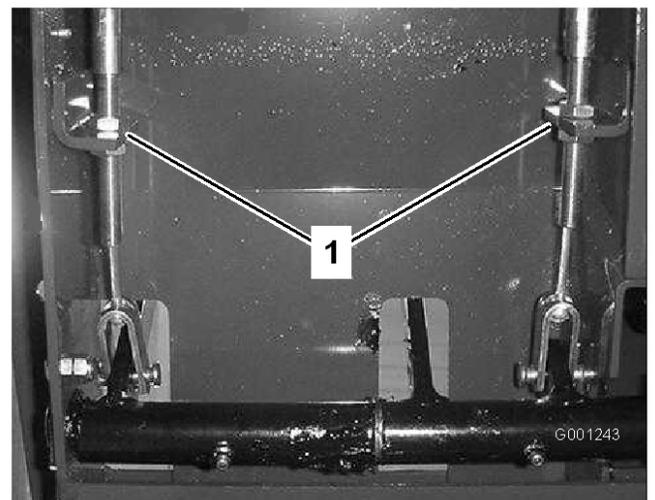

Figura 61
2. Per ridurre il gioco dei pedali dei freni, stringete i freni allentando il dado anteriore sull'estremità filettata del cavo del freno (Figura 61). Serrate il dado posteriore per spostare indietro il cavo, finché i pedali del freno non hanno un gioco compreso tra 13 e 25 mm.